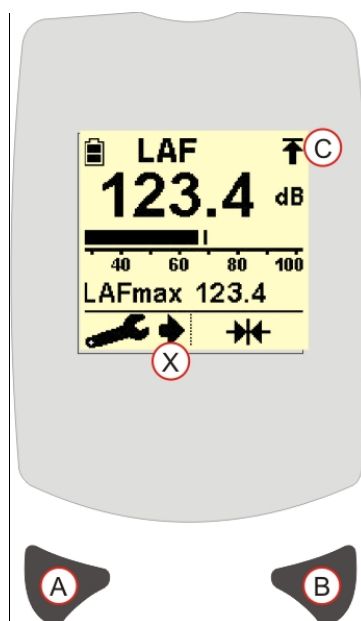

Рис. 7 Настройка прибора
1. Доступ к настройкам прибора осуществляется через Меню измерений (см. Рис. 7).
2. Кратковременно нажмите левую кнопку (А). Рядом с символом гаечного ключа появится стрелка (X), указывающая на активацию Режима настройки. Обратите внимание на то, что вместо символа Установки на «0»  будут отображаться соответствующие символы текущих настроек.
Особое внимание следует уделять диапазону измерений, при выборе которого необходимо учитывать уровень шума в среде измерений. Убедитесь в том, что уровень шума не превышает максимальные допустимые диапазоны. Появление Индикатора превышения диапазона () указывает на неправильно выбранный диапазон измерений (см. Рис. 7 [C]). Появление индикатора '---dB' говорит о том, что уровень шума в среде измерений ниже значений заданного диапазона.